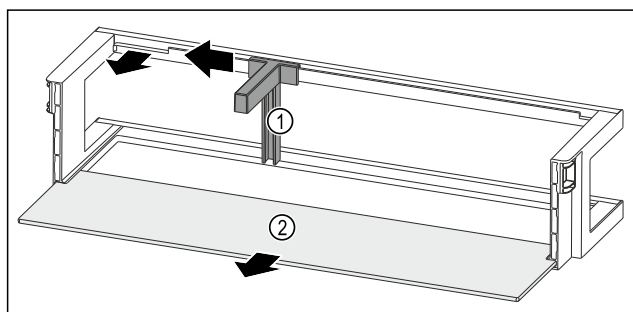

Fig. 276 Oviteline pullonpitimen ja säilytyshyllyn kanssa
- Työnnä pullonpidin Fig. 276 (1) sivulle koloon saakka.
- Ota pullonpidin Fig. 276 (1) pois.
- Ota säilytyshylly Fig. 276 (2) pois.